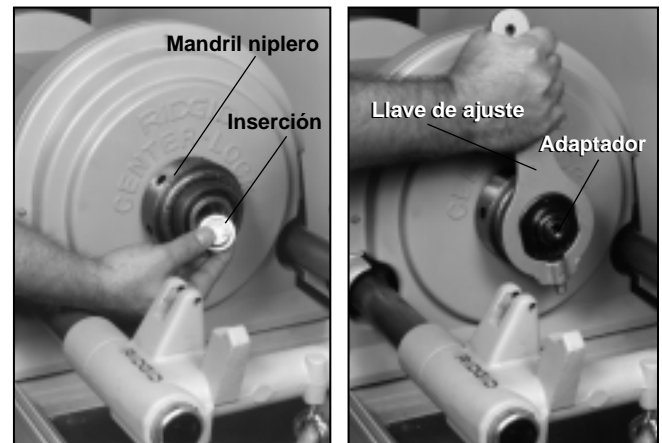

Figura 16 – Instalación de la pieza de inserción y de los adaptadores
2. Instale el mandril No. 819 y el adaptador No.839 (Figura 16)